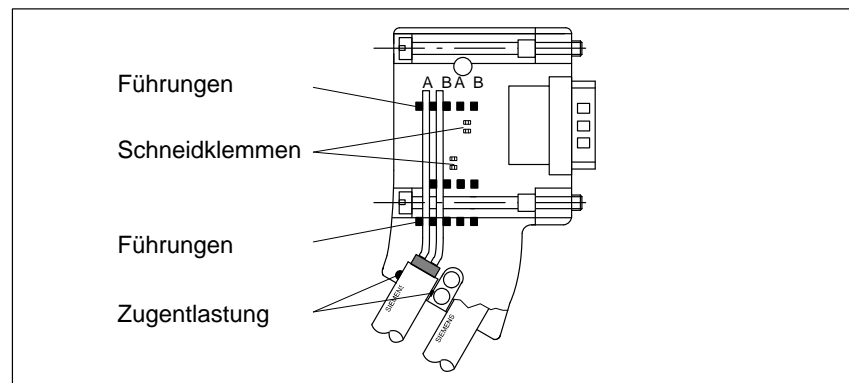

Bild 3-12 Buskabel am Busanschlußstecker (6ES7 972-0BA30 ...) anschließen
4. Legen Sie die grüne und die rote Ader in die Führungen über die Schneidklemmen ein gemäß Bild 3-12.